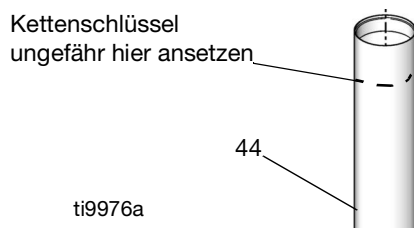
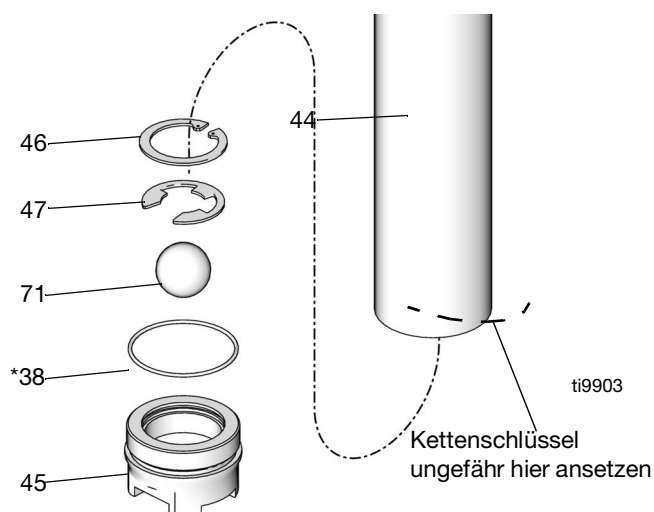

ABB. 16
ABB. 17
2. Eine Ketten-Rohrzange am in ABB. 16 bezeichneten Punkt in der Nähe zum Saugrohrende und einen Schraubenschlüssel auf den Auflageflächen des Fußventils (45) ansetzen, um das Fußventil vom Saugrohr (44) zu lösen. Um Beschädigungen am Saugrohr zu vermeiden, Fußventil nicht entfernen, solange in Schritt 4. nicht dazu aufgefordert wird.
Besonders darauf achten, das Saugrohr beim Entfernen nicht zu verbiegen, zu verbeulen oder zu beschädigen. Um Beschädigungen zu vermeiden, Ketten-Rohrzange nur am oberen und am unteren Ende des Saugrohres ansetzen, wie dargestellt in ABB. 16 und ABB. 17. Rohrzange nicht in der Mitte des Saugrohres ansetzen.
3. Rohrzange am unteren Ende des Saugrohrs an der in ABB. 17 dargestellten Stelle ansetzen, solange das Fußventil noch nicht ausgebaut und das Saugrohr abstützen kann, um das Saugrohr (44) vom Pumpensockel (34) zu lösen.
4. Fußventil vom Saugrohr (44) trennen.
5. Simmerring (46), Sprengring (47), Kugel (71) und O-Ring (38*) aus dem Fußventil (45) entnehmen. Alle Teile auf Beschädigungen untersuchen. Siehe ABB. 17.